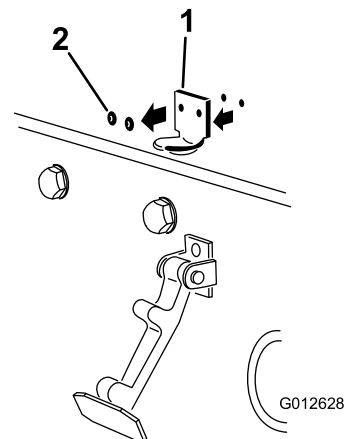

Figura 4
2. Retire os (2) rebites que prendem o suporte do trinco do capot ao capot (Figura 4). Retire o suporte do trinco do capot do capot.
3. Ao alinhar os furos de montagem, posicione o suporte do trinco CE e o suporte do trinco do capot no capot. O suporte do trinco tem de estar contra o capot (Figura 4). Não retire o parafuso e porca do braço do suporte do trinco.